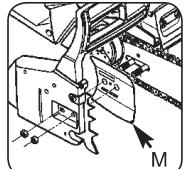

Fig. 3K
- Reprenez du kit la plaque extérieure du guide-chaîne (M) et placez-la de façon à ce que ses extrémités courbées (supérieure et inférieure) pointent dans le sens inverse de la chaîne (Fig. 3K).